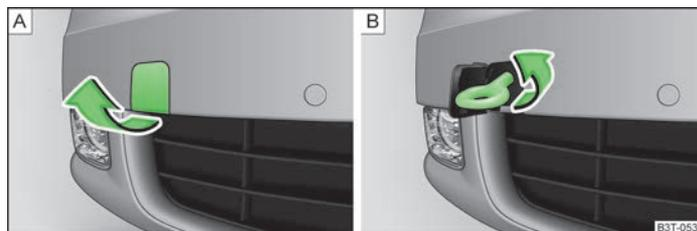

Abb. 181 Vorderer Stoßfänger: Ausbau der Abdeckkappe / Einbau der Abschleppöse
- Die Abdeckkappe aus dem vorderen Stoßfänger herausnehmen » Abb. 181 - A.
- Die Abschleppöse nach links bis zum Anschlag einschrauben » Abb. 181 - B und diese so fest wie möglich anziehen. Für das Festziehen empfehlen wir, z. B. den Radschlüssel, die Abschleppöse eines anderen Fahrzeugs oder einen ähnlichen Gegenstand zu verwenden, der durch die Öse gesteckt werden kann.